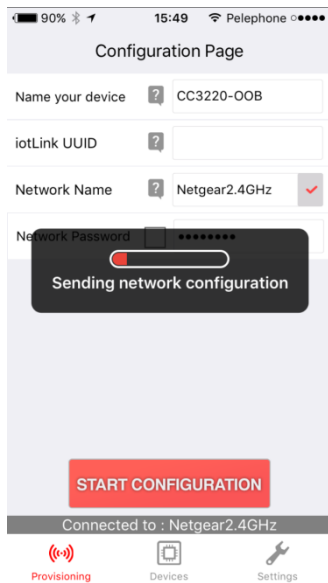
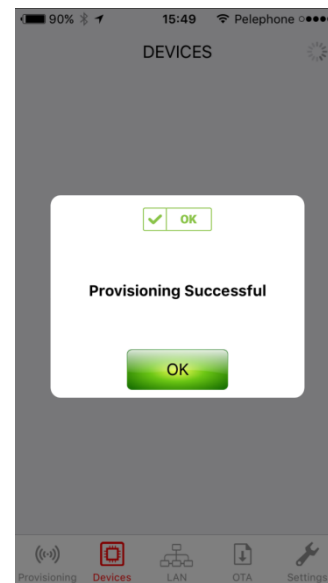
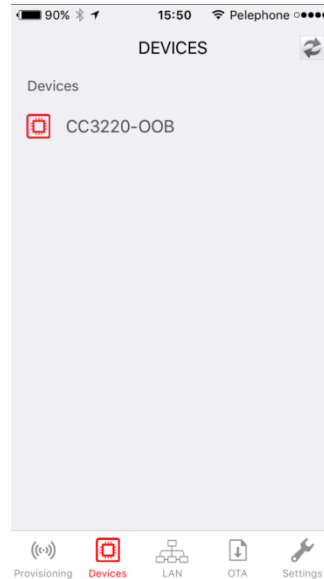

图 16. Wi-Fi Starter 配置过程 (1/3)
图 17. Wi-Fi Starter 配置过程 (2/3)
图 18. Wi-Fi Starter 配置过程 (3/3)
3. 如果配置成功，则移动应用程序将进行指示，如图 16、图 17 和图 18 所示。在 LaunchPad 上，红色 LED (D7) 会呈长亮状态。